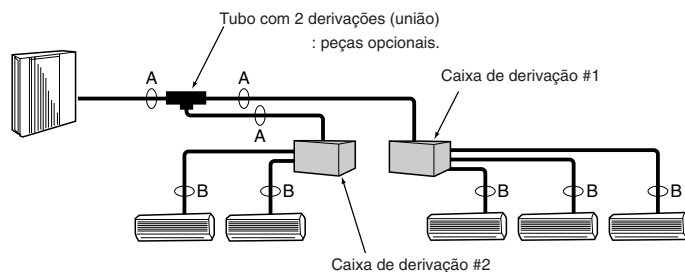

Fig. 5-2
5.4. Selecção do tamanho do tubo (Fig. 5-2)